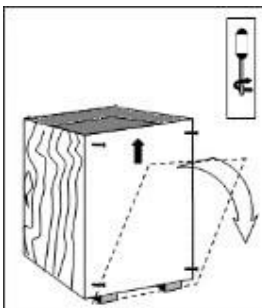

Figure 3-2. Ouverture du couvercle avant de la boîte d'expédition
2. Ouvrez le couvercle avant, comme illustré à la Figure 3-2.